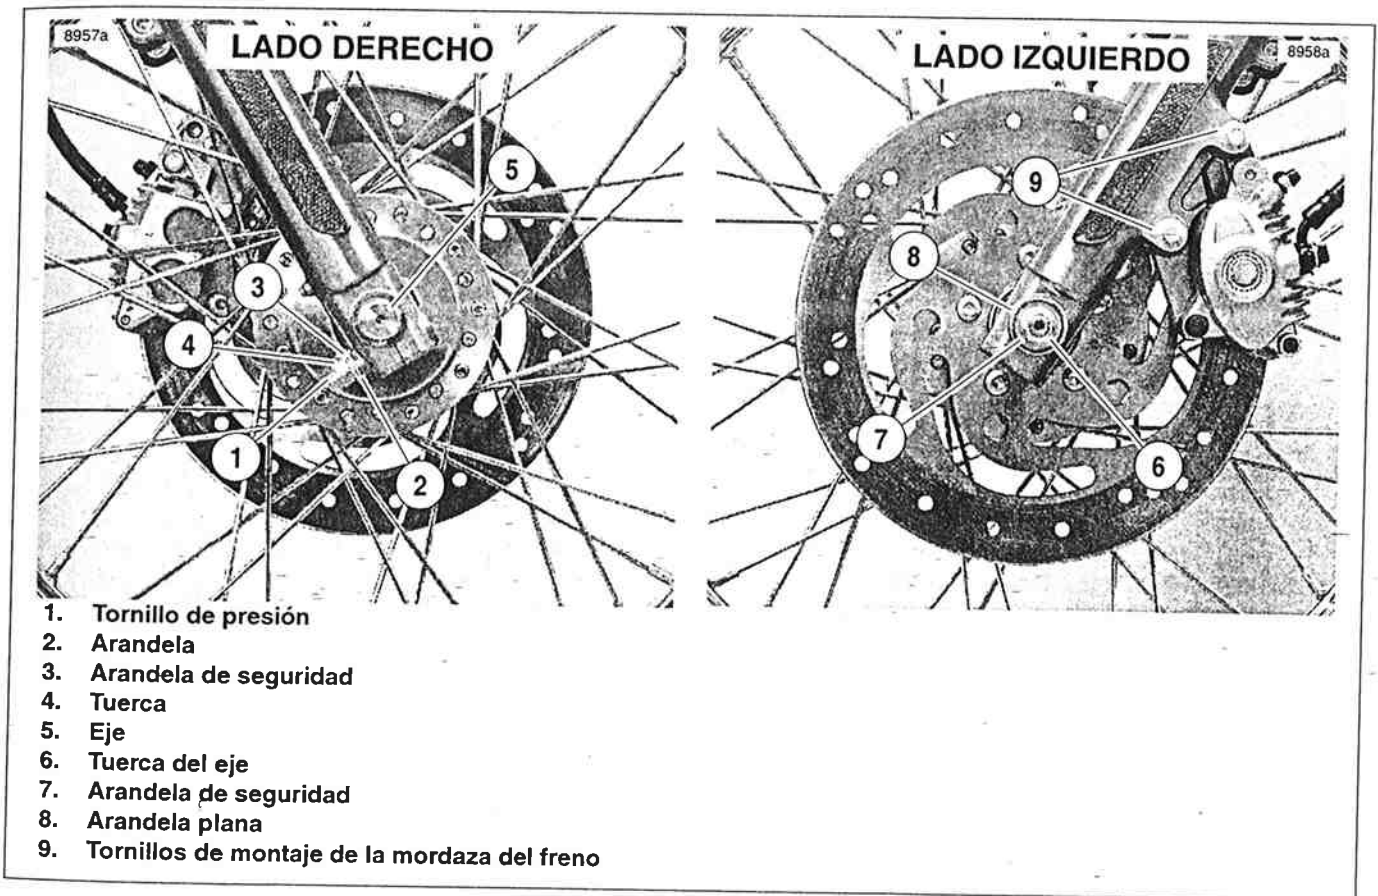
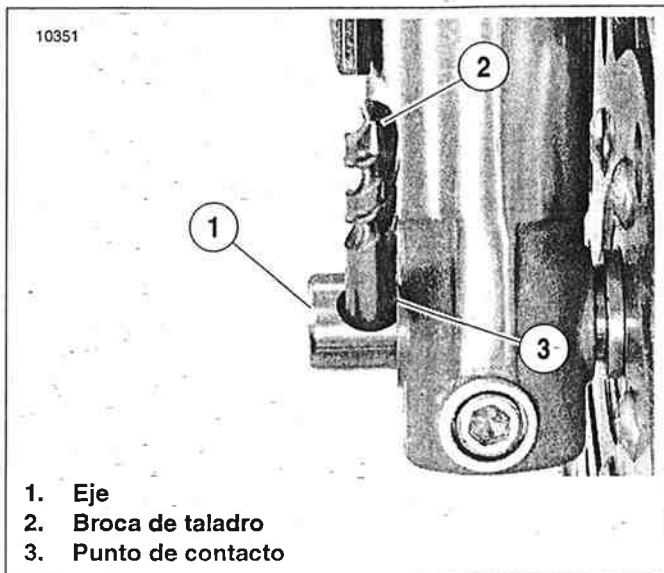

Figura 2-4. Montaje de la rueda delantera
Figura 2-7. Alineación de discos de freno dobles
2. Vea la Figura 2-4. Extraiga los tornillos de montaje de la mordaza del freno (9). Deslice para sacar la mordaza del disco de freno y asegure la mordaza a un lado.
3. Vea la Figura 2-4. Con el tornillo de presión (1) suelto, inserte el extremo con rosca del eje (5) a través de la horquilla del lado derecho. Presione el eje a través de la horquilla y la maza de la rueda hasta que empiece a salir por el lado izquierdo de la maza.
5. Instale la arandela plana (8), arandela de seguridad (7) y tuerca del eje (6) sobre el extremo con rosca del eje. Inserte un destornillador o una varilla de acero a través del agujero en el eje del lado derecho del vehículo. Mientras sostiene el eje estacionario, apriete la tuerca del eje a 67,9-74,6 N·m (50-55 lb-pie).
6. Vea la Figura 2-7. Si está trabajando en un vehículo con una mordaza del freno delantero, proceda al siguiente paso. En los modelos con frenos delanteros dobles, alinee las mordazas con los discos de freno.
- b. Inserte una broca de taladro de 7/16 pulg. (2) lo más adentro posible en el agujero del eje (1).
- c. Coloque la pata de la horquilla contra el borde de la broca. El punto de contacto (3) debe ser de tal que el borde de la broca de taladro toque el borde de la pata de la horquilla.